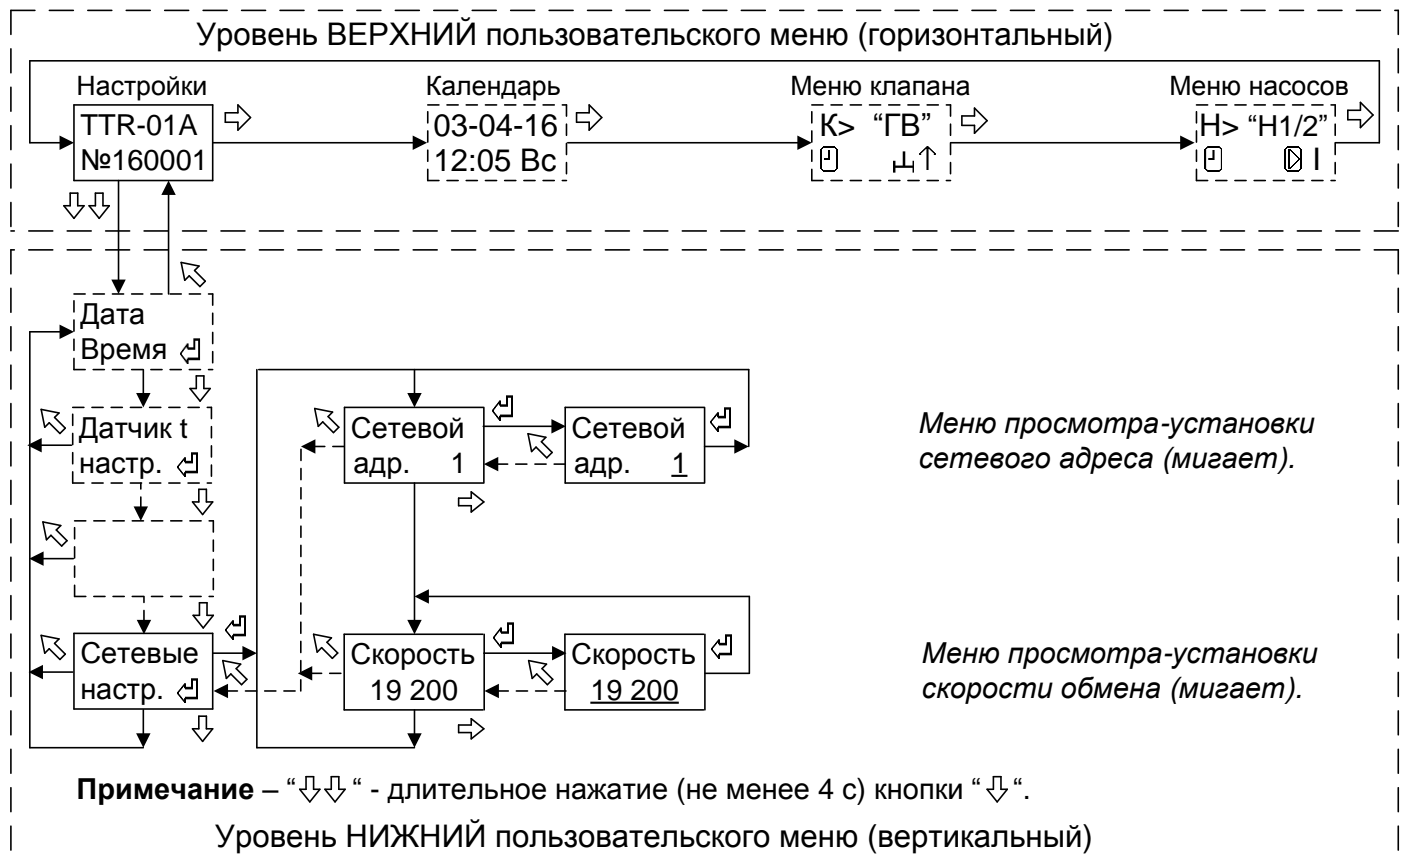

Рисунок 12 - Структура меню настройки сетевых параметров
7.7.1 При подготовке TTR к работе в сети интерфейса RS485 следует проверить и при необходимости установить сетевые настройки – адрес в сети и скорость обмена. Для этого необходимо войти в меню «Сетевые настр.» (см. рисунок 12).